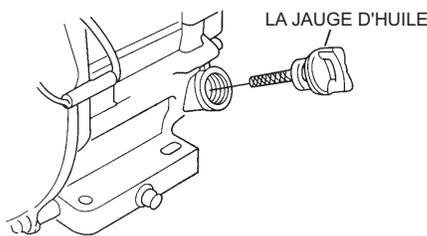

Figure 3. Retrait de la jauge de l'huile à moteur
2. Retirer la jauge à l'huile de l'ouverture de remplissage d'huile à moteur (Figure 3) et l'essuyer.